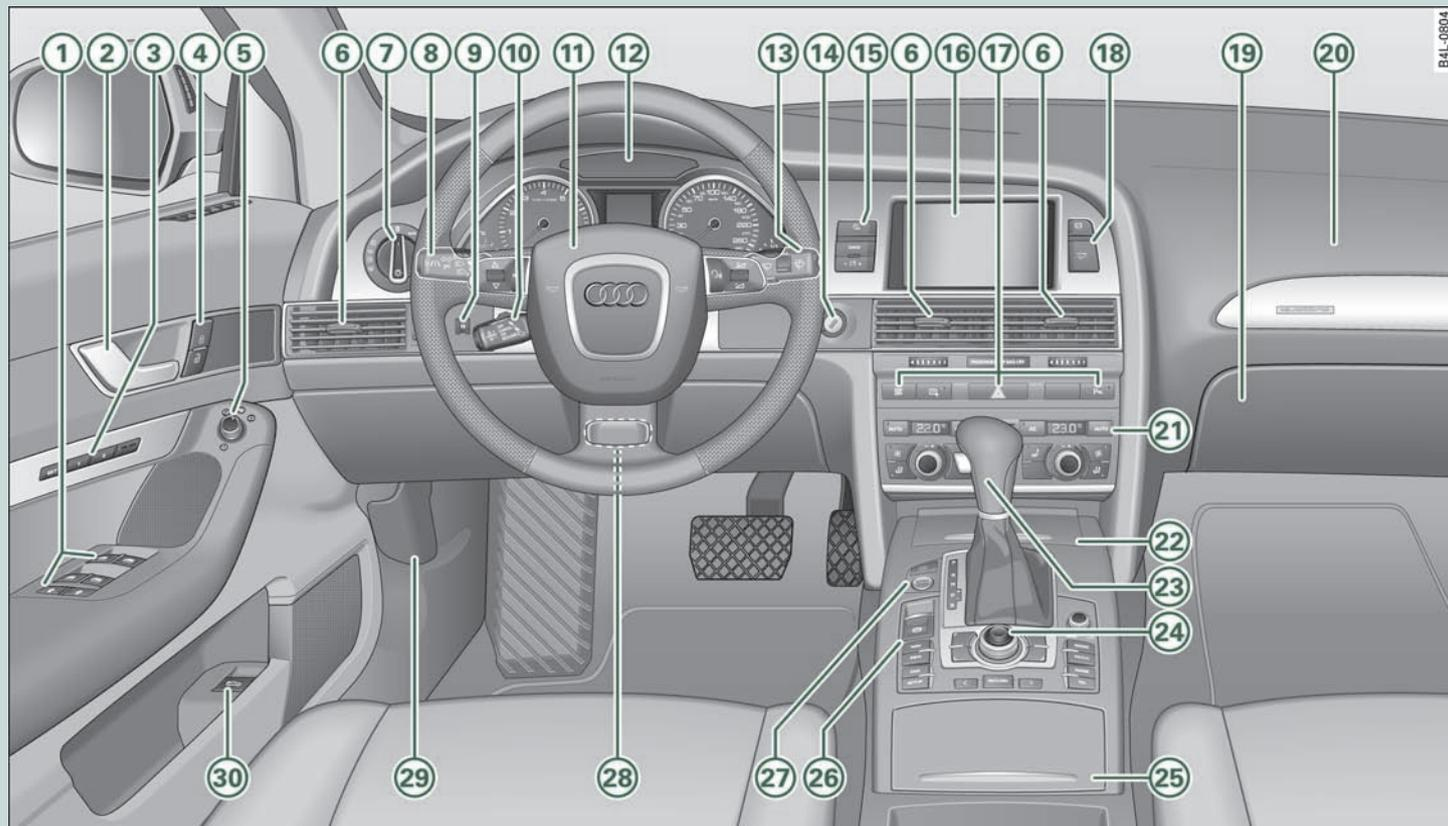

图 1 在此列出的某些装备仅用于特定的车型或者是选装装备。请以实车配备的装备为准。
- 在右置方向盘* 的汽车上，部分操作元件的布局与图示=>第8页，图 1 中的有所不同。但是，用于标记操作元件的符号相同。■